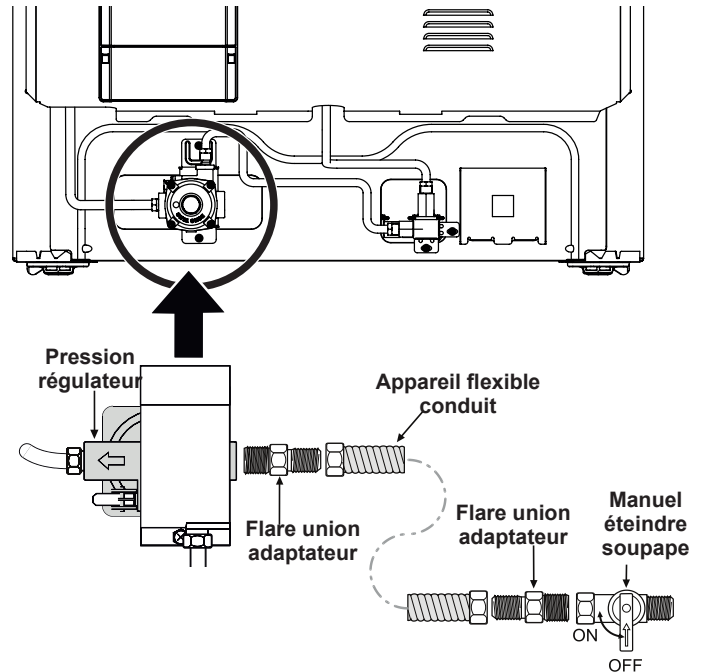

Fig. 8 - Branchement de l'alimentation
- a. Installez un robinet d'arrêt manuel externe sur la conduite d'alimentation en gaz dans un endroit accessible situé à l'extérieur de la cuisinière. Assurez-vous de connaître l'endroit où se trouve le robinet d'arrêt ainsi que la façon d'arrêter l'alimentation en gaz de la cuisinière (voir fig. 8).
- b. Installez un adaptateur à raccord-union de 1,3 cm (1/2 po) sur le détendeur sans serrer à plus de 15 pi/lb (voir fig. 8).
- d. Raccordez l'adaptateur de raccord-union au robinet d'arrêt manuel externe (voir fig. 8).
- e. Fixez la conduite de l'appareil à l'adaptateur de raccord-union raccordé au robinet d'arrêt (voir fig. 8).